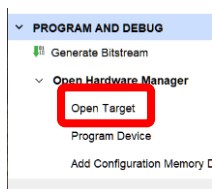

図 11.47 FPGA への実装の手順 13
16) 「Open Target」を選択し、「Auto Connect」を選択する（図 11.47）。